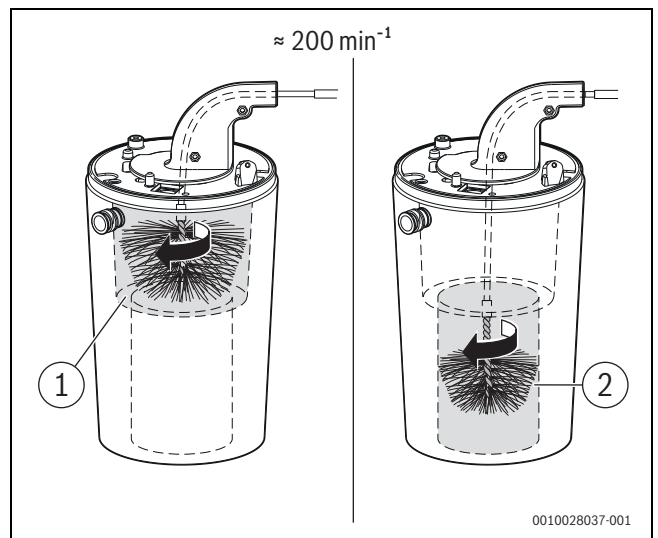

Bild 150 Wärmeblock reinigen (ca. 200 min⁻¹, nur Rechtslauf)
- ▶ Mit kleiner Bürste für den unteren Bereich wiederholen (→ Bild 150, [2]).